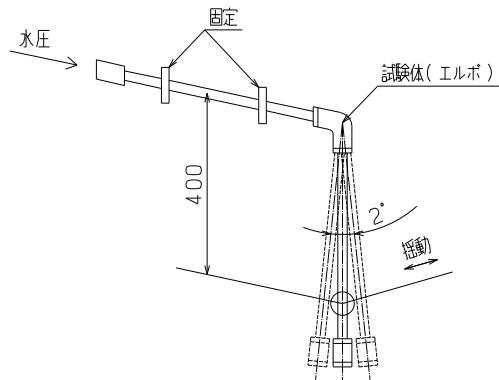

図 4-15 搖動試験 I 概略図
図 4-15 に示すように継手に管を接合し、【試験①】水圧 0.6MPa、振り角度 2°、振り速さ 0.5Hz(30 回/分)で 10,000 回揺動し、ナットの緩み及び漏れの有無を確認する。その後、【試験②】水圧 1.75MPa、振り角度 2°、振り速さ 0.5Hz(30 回/分)で 500,000 回揺動し、ナットの緩み、漏れ及びガスケットの摩耗の有無を確認する。